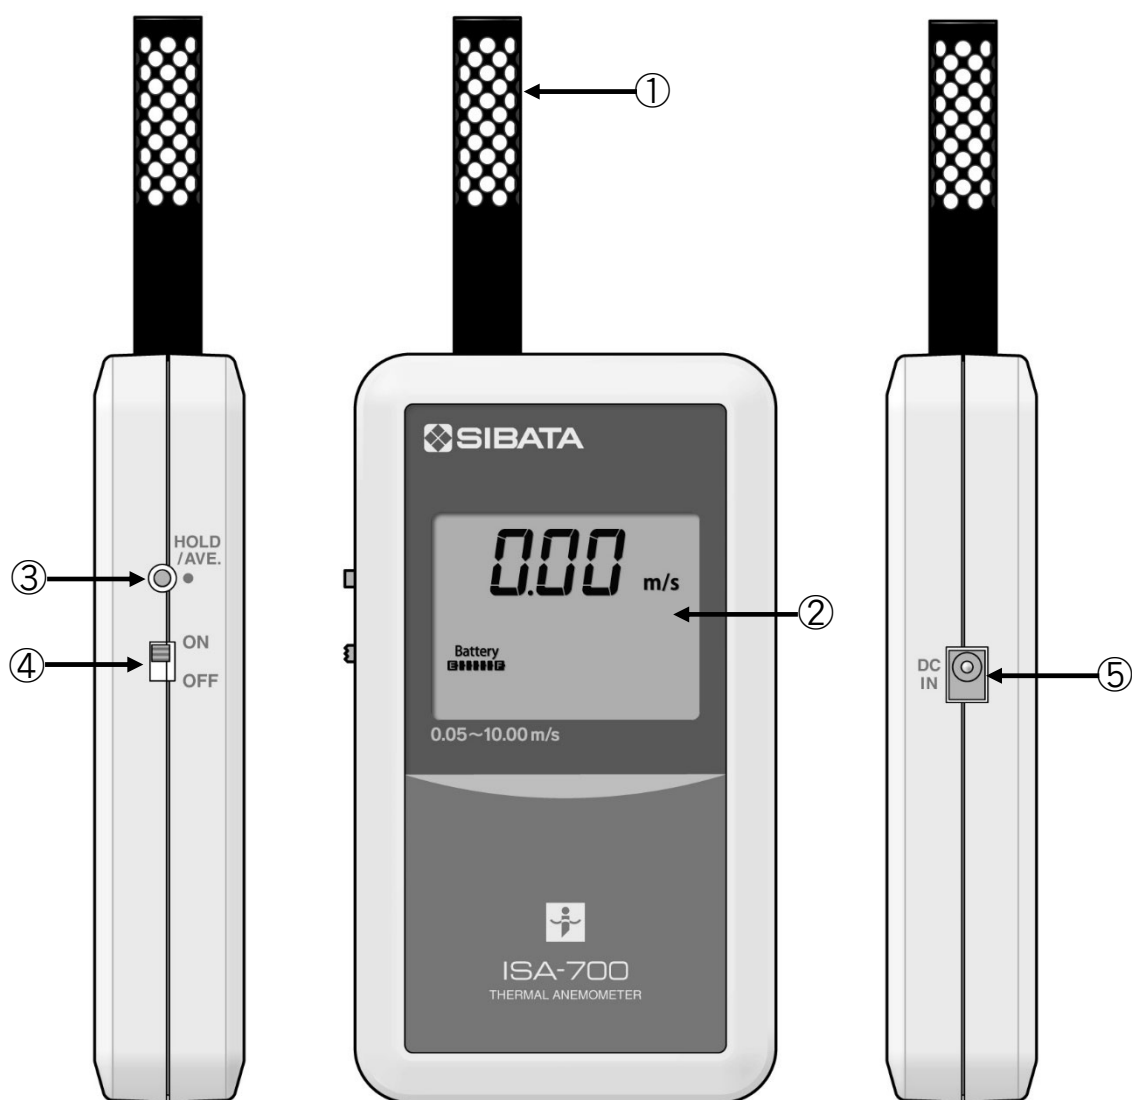

図1．正面、左右側面図
P5 図 1. ①の風速検知プローブを風速測定したい箇所に置き、測定を開始してください。